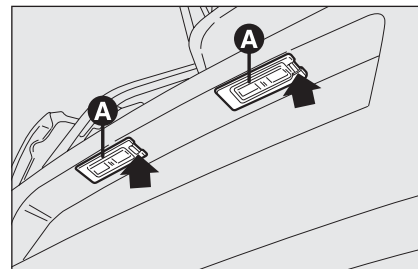

рис. 28
- Нажмите на точку, указанную на рисунке стрелкой, и выньте колпак **A**-рис. 28;